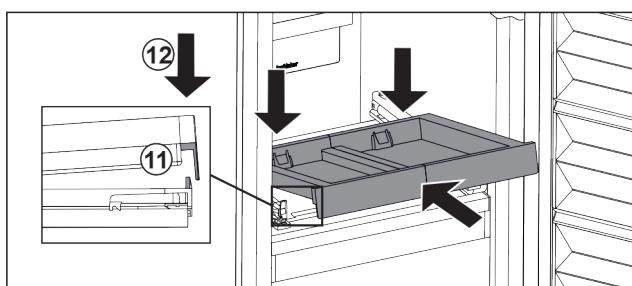

Fig. 98
- Вкарайте под ъгъл. Обърнете внимание на това, ограничителят и от двете страни да е зад езичето. Fig. 98 (11)
- Спуснете изтеглящата се дъска отпред. Fig. 98 (12)